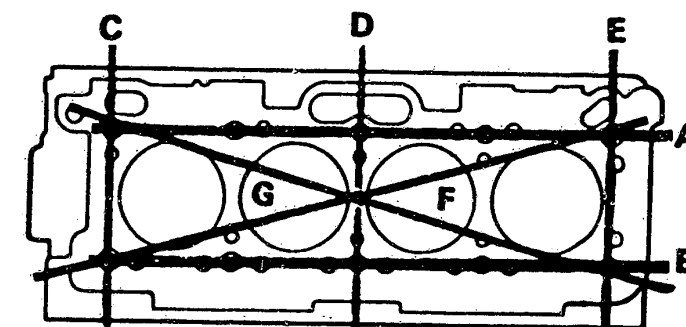

Bild 6 Die Zylinderkopf-Planfläche ist in den gezeigten Richtungen mit Hilfe eines Haarlineals auf Verzug (max. 0,1 mm) zu prüfen.
b) Die **Zylinderkopffläche** ist längs, quer und diagonal auf Planheit zu prüfen (Bild 6). Falls der Verzug in einer Richtung 0,1 mm überschreitet, ist der Zylinderkopf zu ersetzen, oder leicht zu bearbeiten.